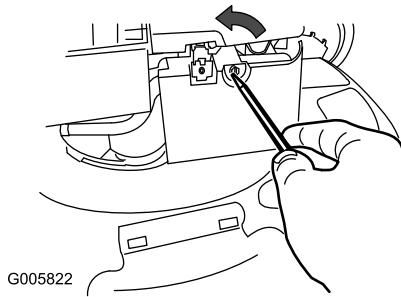

Figure 32
1. Ouvrez le couvercle du filtre à air avec un tournevis (Figure 32).